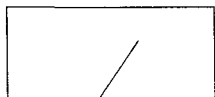

图2
例如, 要求用图形一画出某图形二, 当给出修剪(trim)命令并提示选择修剪边界(Select cutting edges)时, 修剪成图2的步骤是:
- 2) 修剪掉边框下方的线条(见图2)。